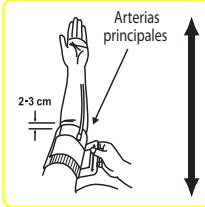

Fig. 3
- Introduzca el brazo a través del bucle formado por el manguito. La parte inferior del manguito deberá situarse unos 2-3 cm por encima del codo. El tubo debe situarse sobre la arterial braquial en la cara interna del brazo (Fig. 3).